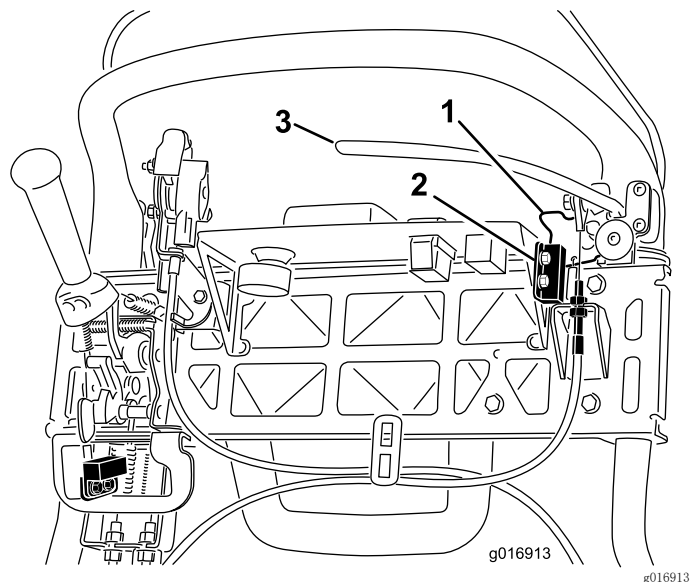

图43
4. 松开联锁开关紧固件 (图43)。
5. 在手刹锁定装置与联锁开关之间放入 1.6mm 厚的塞尺 (图43)。
4. 要增加拉线的张力、请拧松上部拉线锁紧螺母并拧紧下部拉线锁紧螺母(图43)、直至为了松开手刹锁定装置、需要对刹车制动杆手柄施加 156N 的力。切勿调节过度、或致使刹车带拖磨。